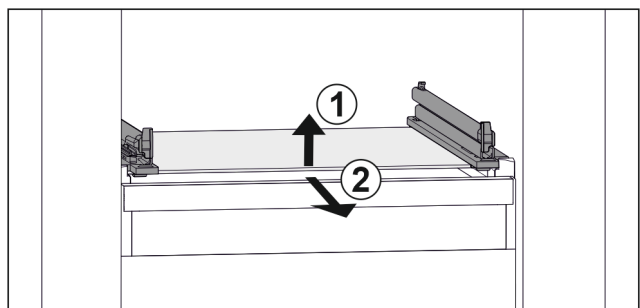

Fig. 112 Примерное отображение стеклянной пластины
- ▶ Приподнимите стеклянную пластину спереди. Fig. 112 (1)
- ▶ Извлеките стеклянную пластину движением вперед. Fig. 112 (2)